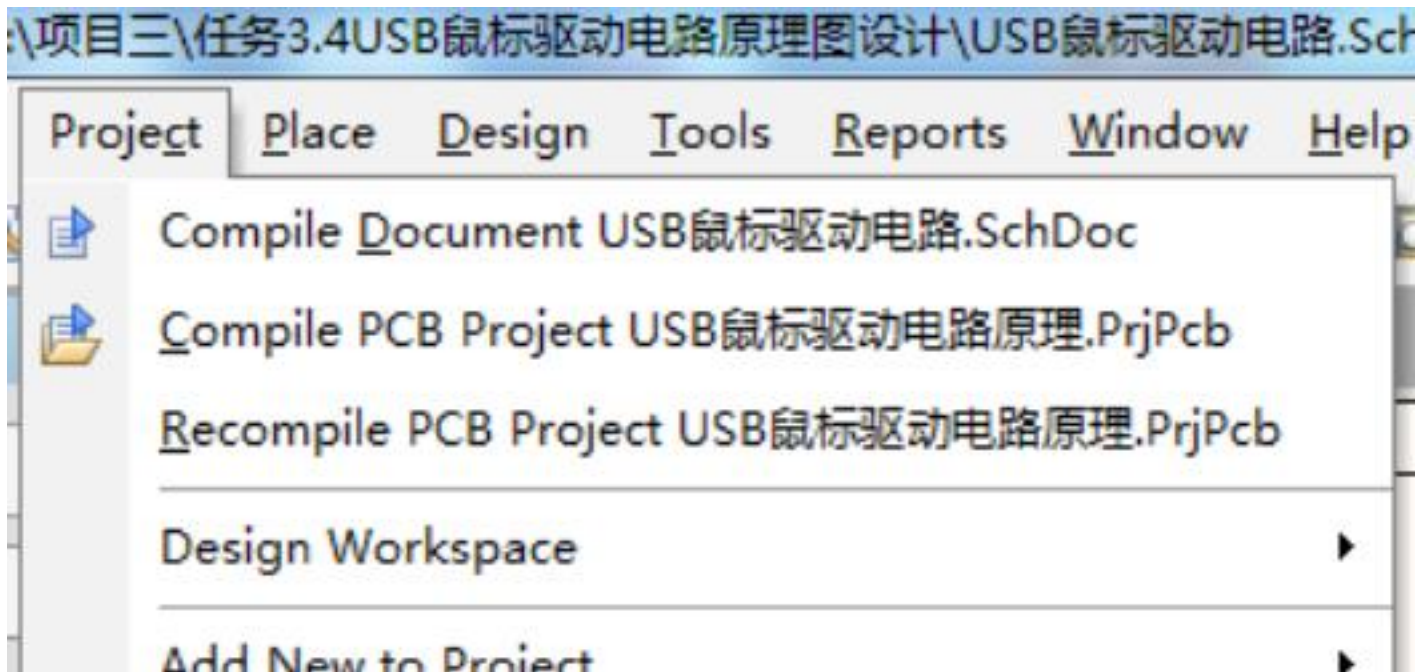

图3-83 执行编译命令
1) 单击菜单栏中的“**Project**项目|**Compile Document USB**鼠标驱动电路.SchDoc文件编译”命令，进行文件的编译，如图3-83所示。